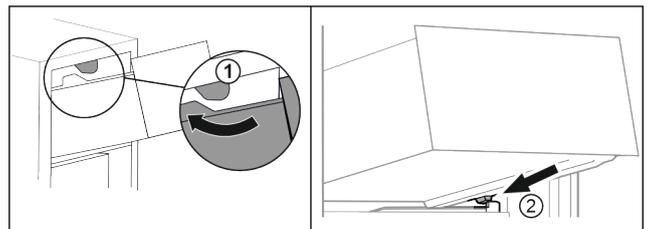

Fig. 68
- ▶ Introduzca el cajón rodeando los topes superiores. Fig. 68 [1]
- ▶ Coloque el cajón inclinado detrás de los topes inferiores sobre la nervadura para recipientes. Fig. 68 [2]